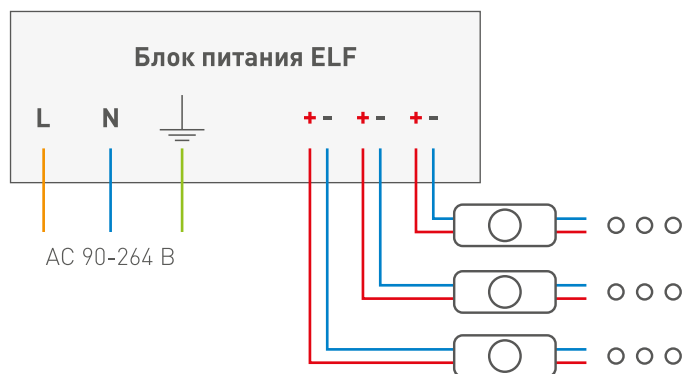

Рис. 5
- сечение провода рассчитывается, исходя из максимальной Силы тока на выходе блока питания и протяжённости линии связи от блока питания до линий светодиодных пикселей (Рис.5); принцип расчёта типов проводов и их сечений для низковольтной продукции значительно отличается от расчётов, применяемых для подбора проводов, используемых в сетях переменного тока общего пользования;